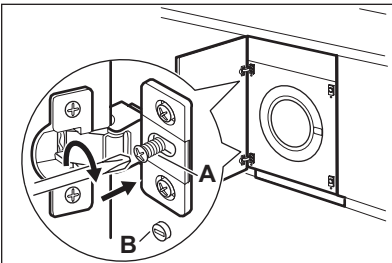

Fig. 5
Pour parfaitement aligner la porte, vous devez desserrer la vis, ajuster la porte, puis resserrer la vis **A** (Fig. 5).
**Important** Ne retirez pas la vis **B** (Fig. 5).